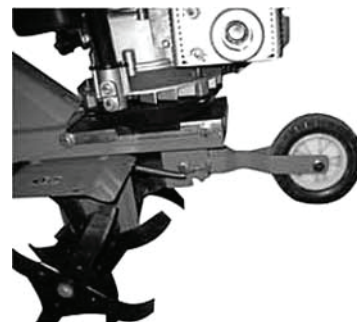

рис. 5
3.7 Установка опорного кронштейна с колесом – рис.5
- установите кронштейн (рис.1 поз.12) с колесом (рис.1 поз.7) как указано на рис.5а;